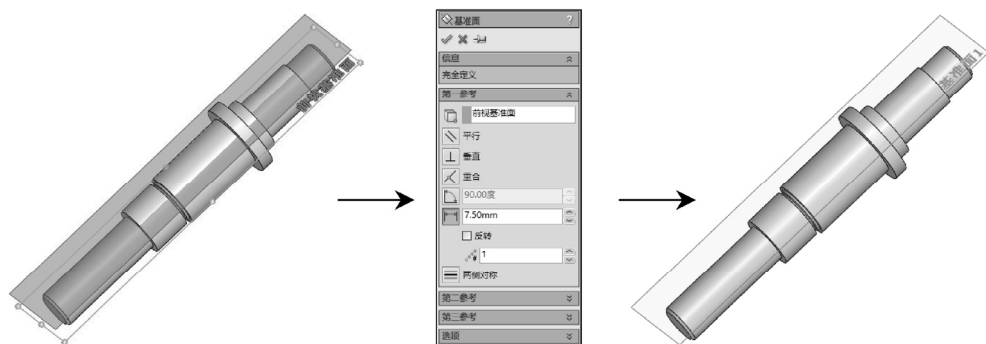

图 2-11 创建基准面操作
STEP 1 在特征树中选“前视基准面”, 单击“特征”工具栏中的“基准面”按钮, 设置“偏移距离”为 7.5mm, 单击“确定”按钮, 创建一“基准面”, 如图 2-11 所示。